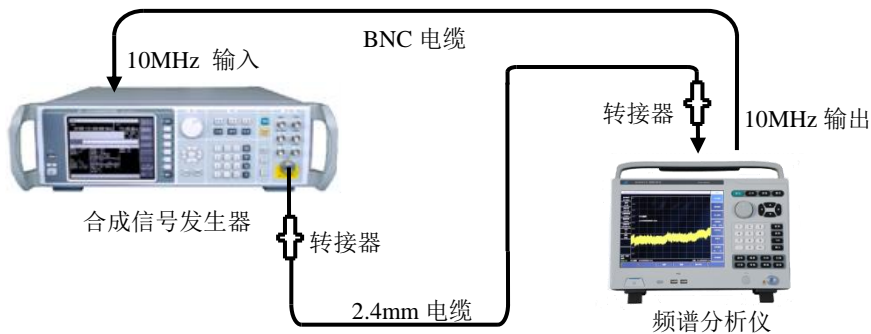

图 11-7 边带噪声测试示意图
- 1) 如图 11-7 连接测试仪器，频谱分析仪为合成信号发生器提供频率参考。